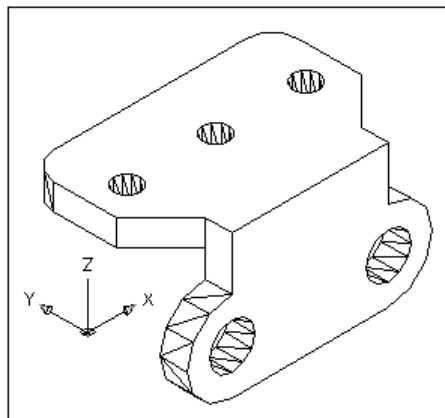

Рис. 6.19. Угловая скоба
В этом упражнении следует создать угловую скобу (рис. 6.19), используя команды объединения, вычитания тел, команды сопряжения граней и создания фаски на ребрах твердого тела.
11. Сделать фаски под углом 45° с длиной сторон 10 на левой и правой ближайших кромках параллелепипеда (рис. 6.19).